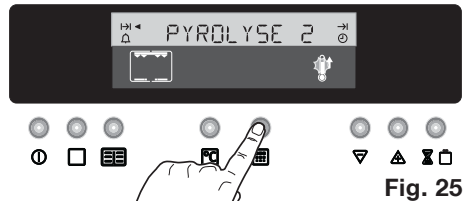

Fig. 25
5. Pour confirmer la position **Pyrolyse** que vous désirez, appuyez sur la touche , l'indication **"PYROLYSE"** devient fixe, l'éclairage du four s'éteint et le cycle de nettoyage démarre (Fig. 25).